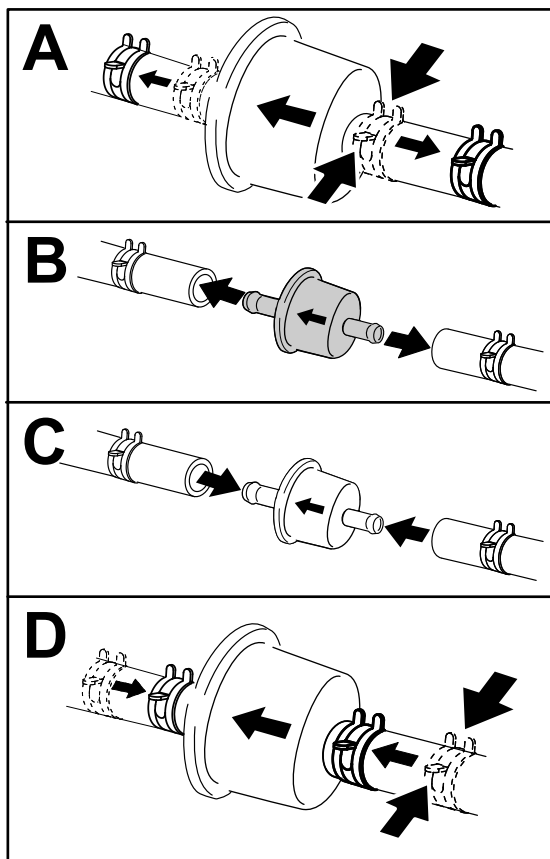

Figura 47
3. Sostituite il filtro (Figura 47).